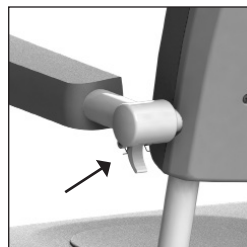

Figura 14 Bracciolo.
- I braccioli possono essere sbloccati premendo il fermo di sicurezza sul punto di articolazione sul telaio (*vedere figura 14*). Il bracciolo può quindi essere girato verso l'alto per il cliente e ripiegato.